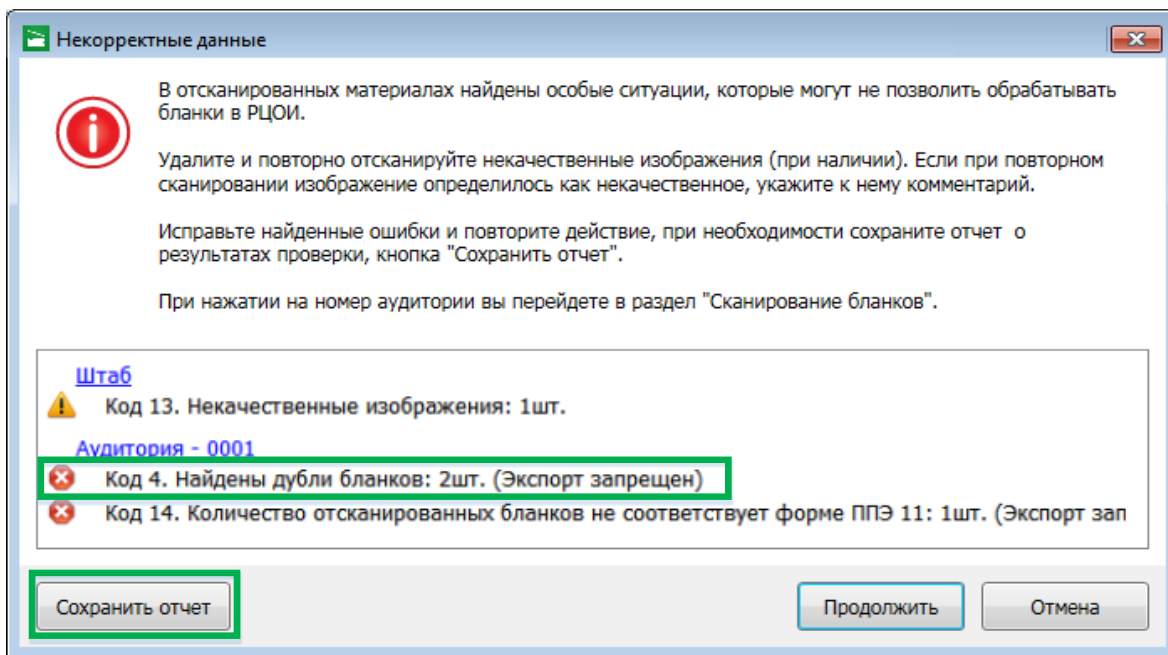

Рис. 7.17. Формирование отчета о нештатных ситуациях
- отчет с детальными сведениями о выявленных особых ситуациях, сформированный кнопкой «**Сохранить отчет**» - см. Рис. 7.17.